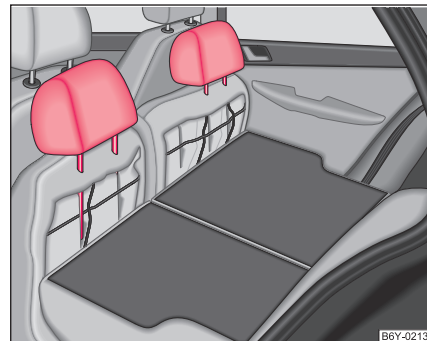

Fig. 50 Locurile din spate: tetierele în bancheta din spate
- Tetierele pot fi introduse în spațiile speciale din bancheta pliată ⇒ Fig. 50.